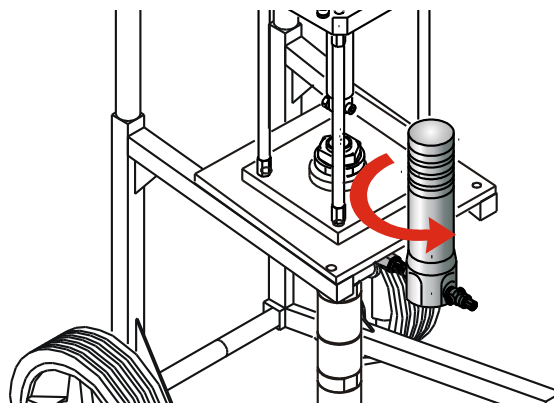

Fig.38
4) **Non rimuovere MAI il corpo filtro superiore mentre la macchina è in funzione** (fig.38) ma procedere come segue: